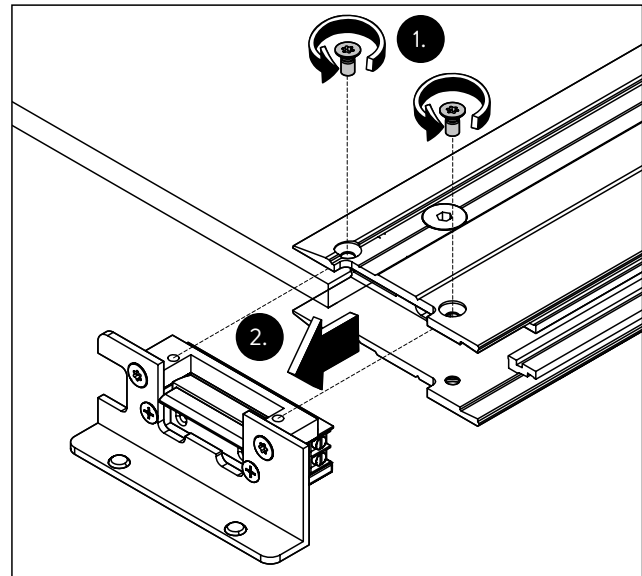

Abb. 46 Den E-Öffner aus dem Schloss-Modul ziehen
1. Die Schrauben rausdrehen und den E-Öffner aus dem Schloss-Modul ziehen (Abb. 46).